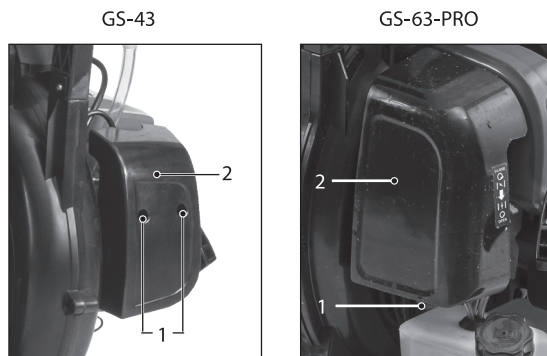

Рис. 28
1. Открутите винты 1 (рис. 28) и снимите кожух воздушного фильтра 2.